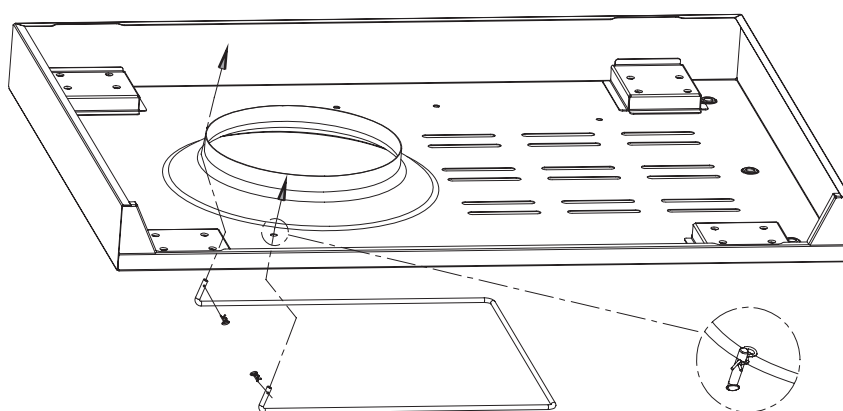

Fig. 1a
1. Sujete el soporte del tanque al estante inferior con dos (2) chavetas de retén, como se indica en la Fig. 1a.